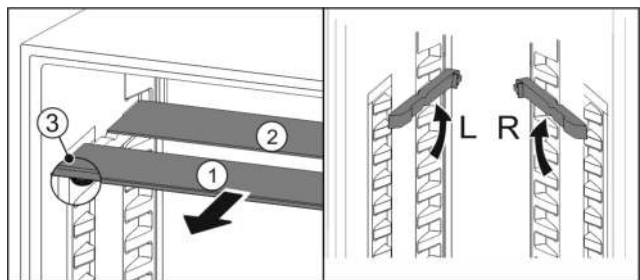

Fig. 78
- Glasplatten einzeln nach vorne herausziehen Fig. 78 (1).
- ▷ Glasplatte Fig. 78 (1) mit Zierleiste liegt vorne.
- ▷ Stopps Fig. 78 (3) zeigen nach unten.